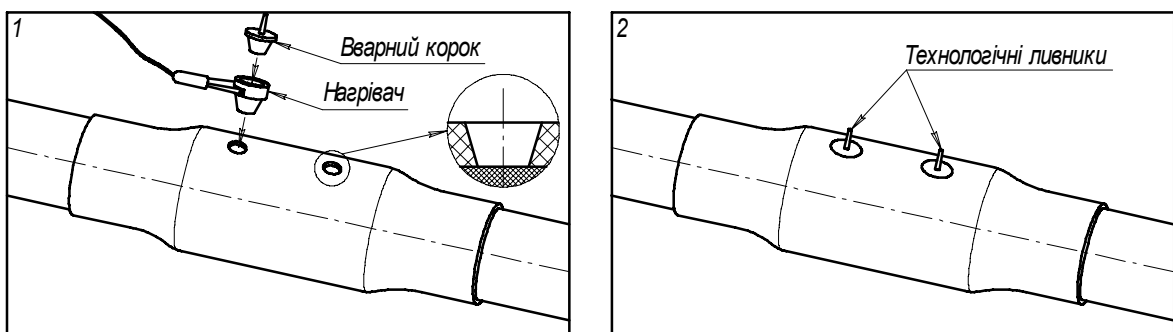

рис. 7
2.7.3 Використовуючи спеціальний нагрівач (прилад для вварювання корків), прогріти отвір і вварний корок до часткового оплавлення їхніх контактних поверхонь (рис. 7, поз. 1).
2.7.4 Притримуючи кліщами за технологічний ливник, вставити вварний корок в отвір так, щоб його верхня частина знаходилась в одній площині із муфтою, і утримувати його доти, поки він остаточно не зафіксується в такому положенні. Аналогічно виконати гідроізоляцію другого отвору (рис.7, поз. 2).